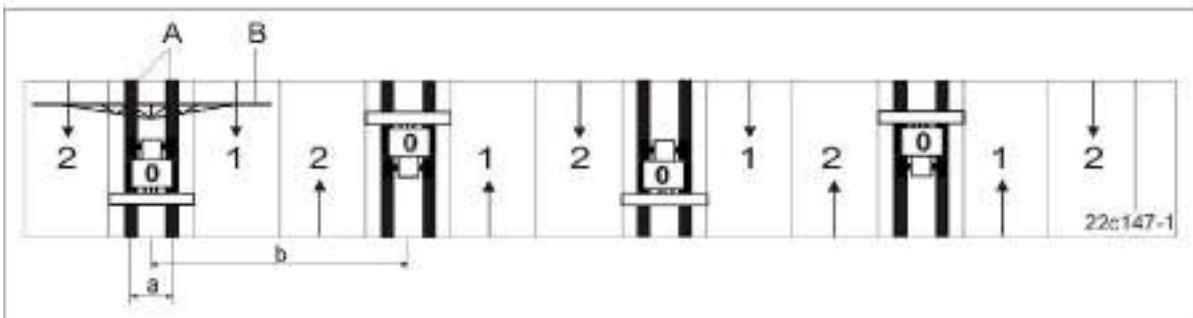

Рис. 57
- устройство переключения техколеи закрывает в распределительной головке посредством заслонки (Рис. 57/1) подвод посевного материала к семяпроводам (Рис. 57/2) сошников техколеи;
Подача посевного материала к сошникам техколеи прерывается, как только электромотор (Рис. 57/3) закрывает соответствующие семяпроводы (Рис. 57/2) в распределительной головке.
Датчик (Рис. 57/4) проверяет, надлежащим ли образом работают заслонки (Рис. 57/1), открывающие и закрывающие семяпроводы (Рис. 57/2).